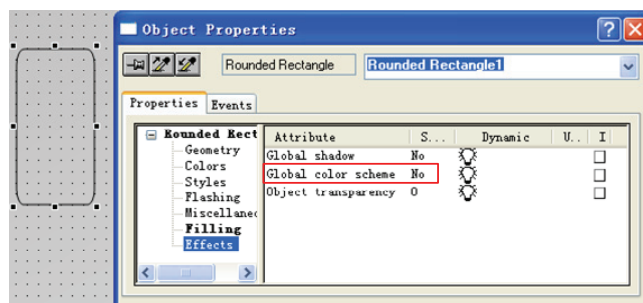
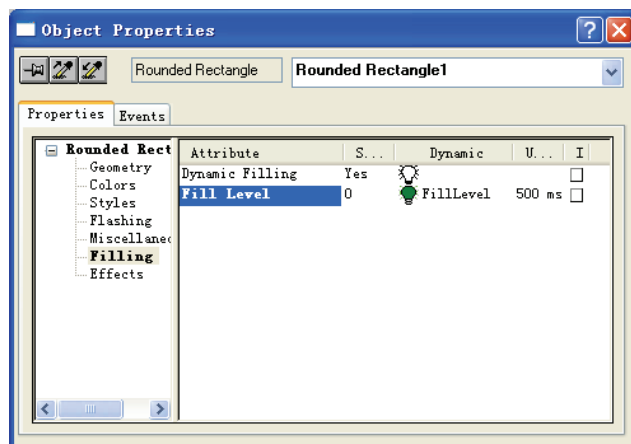

图 6-22 Object Properties (Effects) 对话框
图 6-23 Object Properties (Filling) 对话框
2) 用鼠标右键单击圆角矩形，在弹出的快捷菜单中选择“Properties”，打开“Object Properties”窗口，将选项卡“Effects”中的属性“Global Color Scheme”改为“No”，如图 6-22 所示。再将选项卡“Filling”中的属性“Dynamic Filling”改为“Yes”，用鼠标右键单击“Fill Level”属性的“Dynamic”列上的白色灯泡，在弹出的快捷菜单中选择“Tag...”打开“Tag-Project”窗口，选择连接的变量“FillLevel”，如图 6-23 所示。